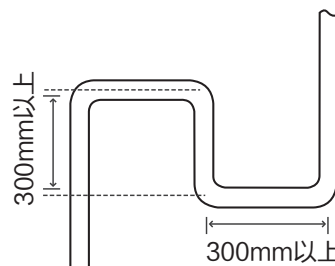

图 4.2
- 4.如果外机在上且落差大于50m，主液管(L1)管径需要加粗一号，加粗规则如表4.1所示。同时推荐在主气管上每10m设一个如图4.2所示的回油弯。